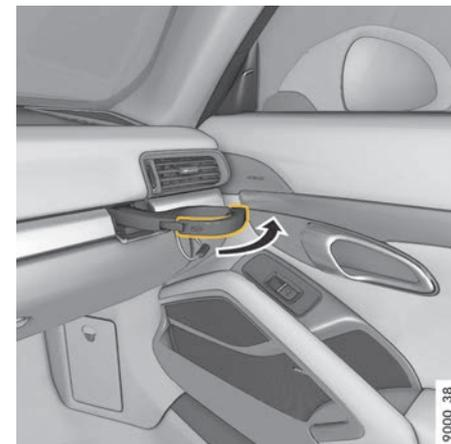

Fig. 170 : Déploiement d'un porte-boissons
1. Sortez le support (fig. 170).